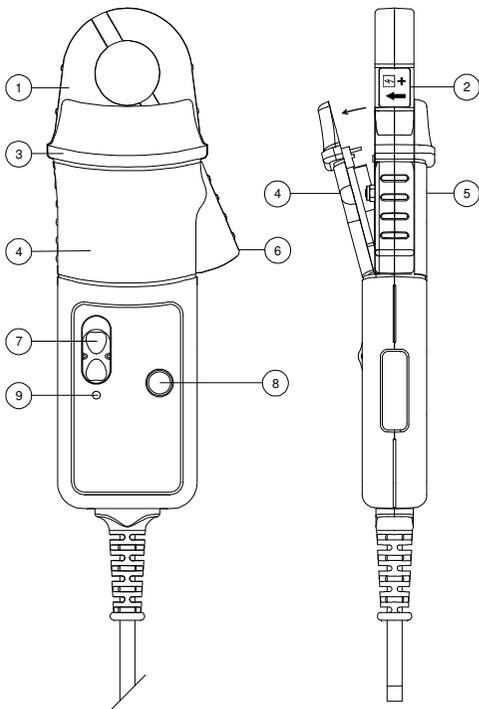

Bild 1
- Während der Messung dürfen Ihre Finger den Schutzkragen nicht übergreifen, um eine gefährliche Berührung mit dem Leiter zu verhindern (siehe Bild 1).
Batteriespannung erreicht wird. Siehe Bild 1. Gehen Sie wie folgt vor:
vom Rumpf des Stromsensors, wie in Bild 1 dargestellt. Ersetzen Sie die Batterie, schliessen Sie das Batteriefach und drehen Sie die Schraube fest.